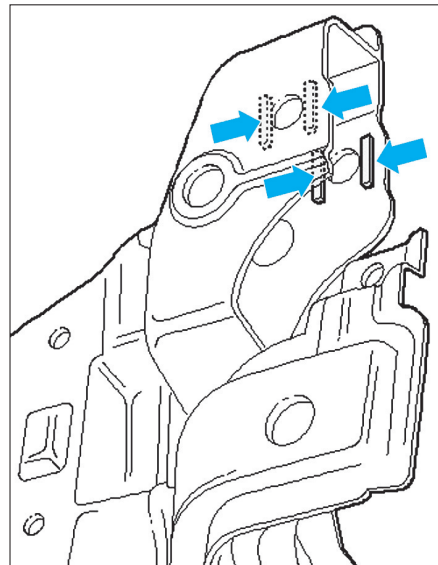

Fig. 21
- Le manchon intérieur du palier du bras de suspension doit se trouver entre les passages (flèches) (Fig.21).